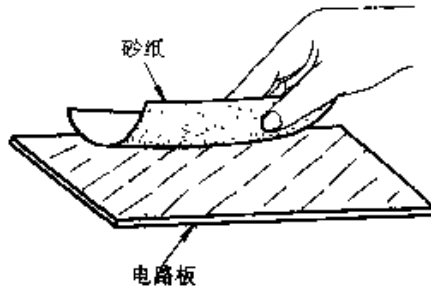

图 3-23
② 有些印制电路板,由于受潮或存放时间较久,铜箔面氧化严重,用橡皮不易擦净的,可先用细砂纸轻轻打磨(见图 3-23),而后再用橡皮擦,直至铜箔面光洁如新。